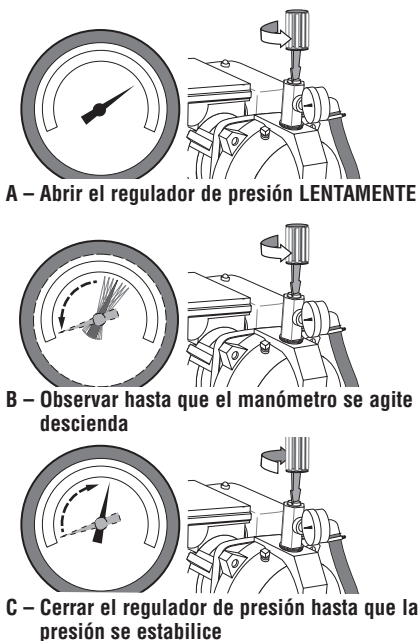

Figura 15 : Fije la válvula de control
- Paso 5. Cuando la presión se haya desarrollado y estabilizado a unas 50 psi, abra lentamente la válvula de control (vea la Figura 15) y deje que la presión descienda hasta que la aguja del manómetro se comience a agitar o descienda a 0. Cuando la aguja se agite o descienda, cierre la válvula lo suficiente como para detener la agitación o llevar la aguja nuevamente a una presión estable. (vea la Figura 15). Ahora su bomba está operando en su punto más eficiente.